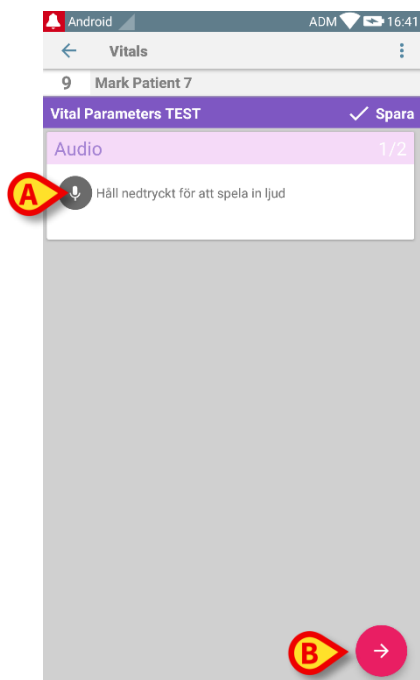
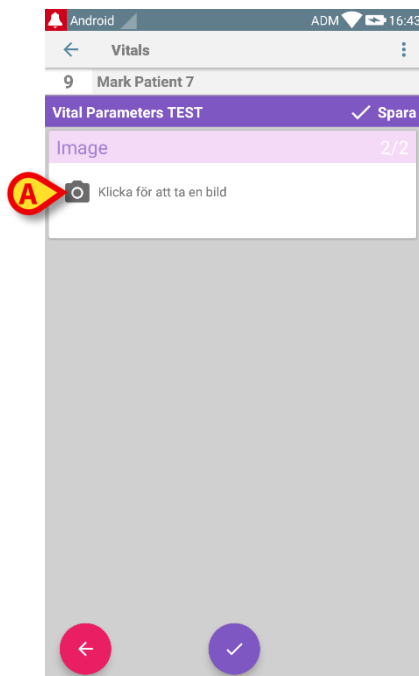

Fig. 62
Fig. 65
Följande skärmbild öppnas vilket gör att en ljudfil kan spelas in (Fig. 62).
- Håll knappen i Fig. 62 **A** nedtryckt.
- Tryck på ikonen  i det nedre högra hörnet på skärmbilden (Fig. 62 **B**). Följande skärmbild öppnas (Fig. 65).
- Tryck på ikonen i Fig. 65 **A** för att aktivera kameran (Fig. 66).
2. behålla bilden och gå tillbaka till bildackvisionssidan (Fig. 65)
3. kassera bilden och gå tillbaka till bildackvisionssidan (Fig. 65).